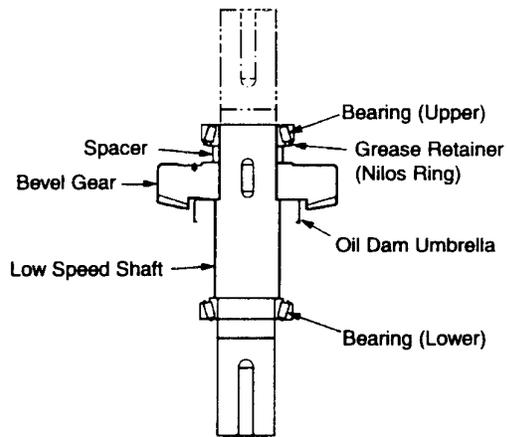

Figure 6 LOW SPEED (BEVEL GEAR) SHAFT ASSEMBLY
12. LOW SPEED (BEVEL GEAR) SHAFT--Figure 6.